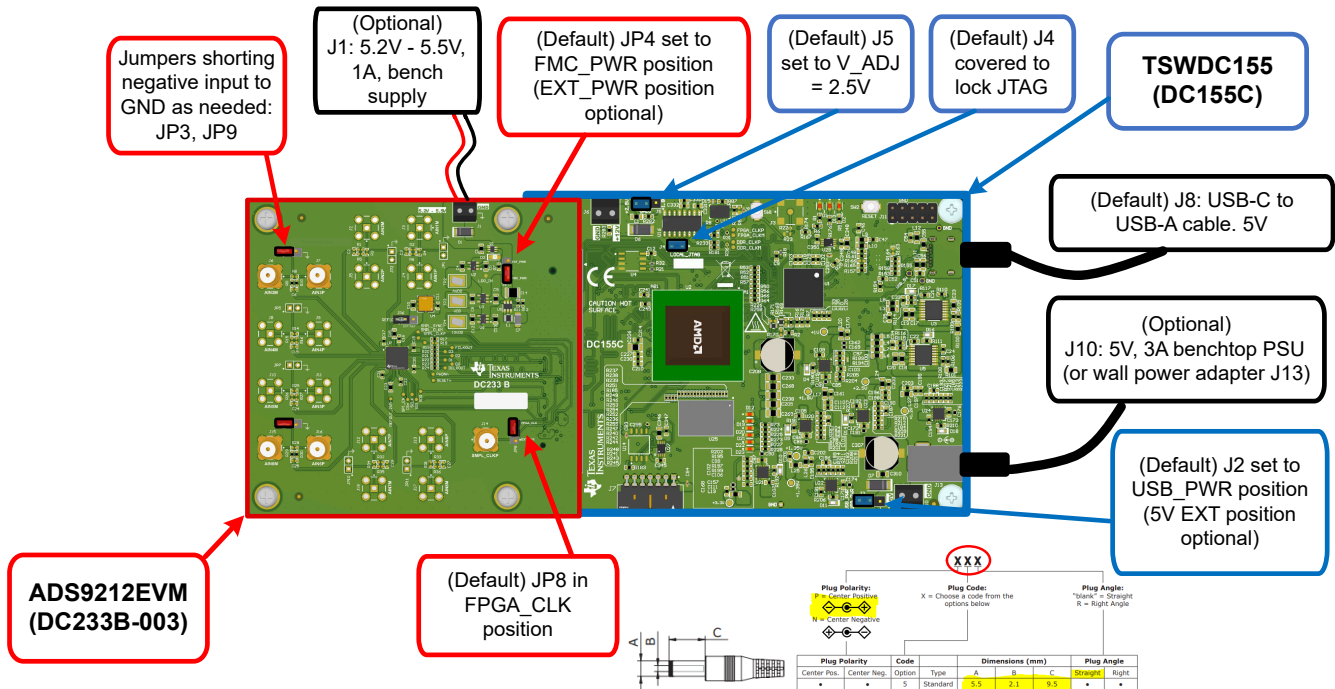

图 2-1. 连接硬件
1. 查看下面图 2-1 中的默认跳线设置以及节 2.2.1 中的电源指南。